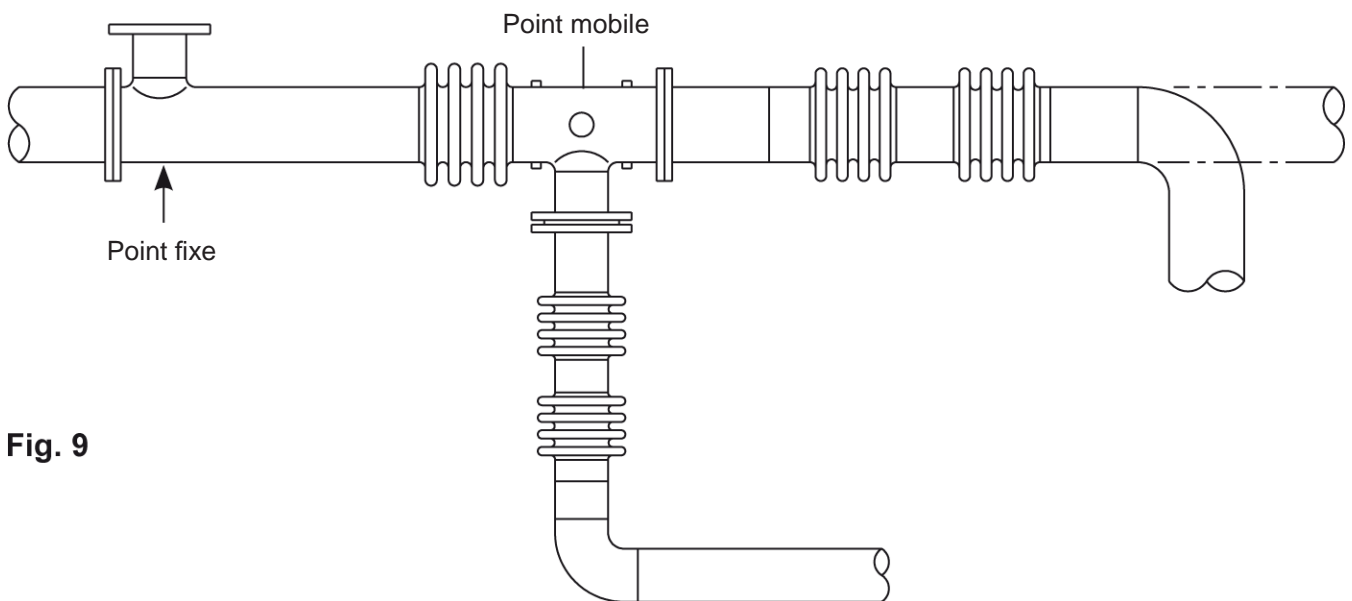

Fig. 9
4.10 La Fig. 9 montre un exemple de raccords des tubes. Il est possible d'utiliser également des tubes de plus grande courbure ou des raccords flexibles.